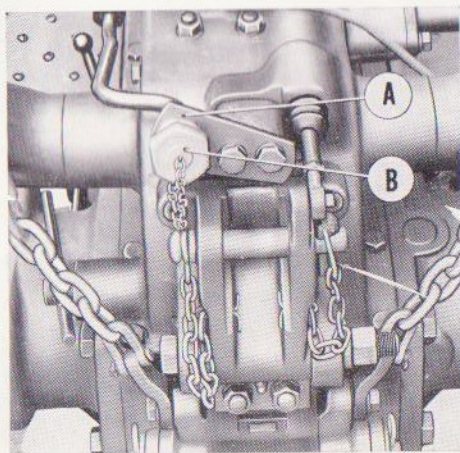

Fig. 6
MONTAGE SUR TRACTEUR MF 825 (Fig. 6 et 7).
- Visser la plaquette support (A) du raccord de prise d'huile (B) de la remorque comme le montre la figure 6.